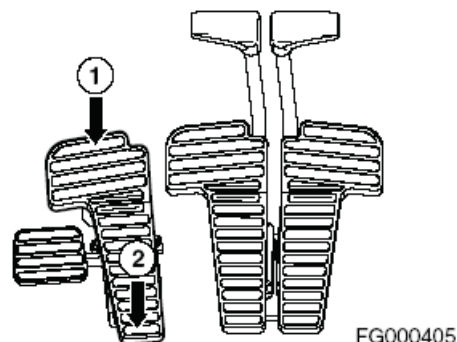

Рис. 87
1. Для поворота по часовой стрелке нажать на край (1, рис. 87)
2. Для поворота против часовой стрелки нажать на край (2, рис. 87)